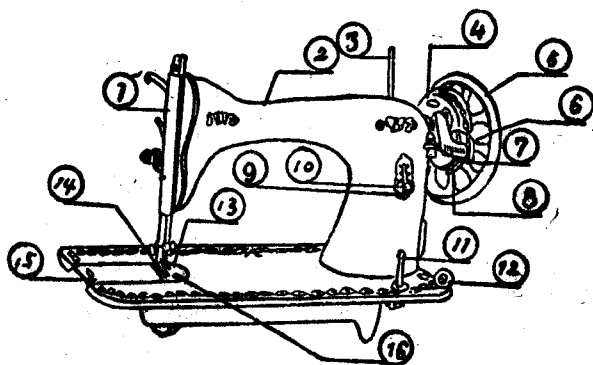

图 5
③ 繞綫器部份。
④ 梭床部分——包括摆梭和梭心套等来说明它的构造。
⑤ 机架及台板部份的构造。
1. 机头外部（图5）